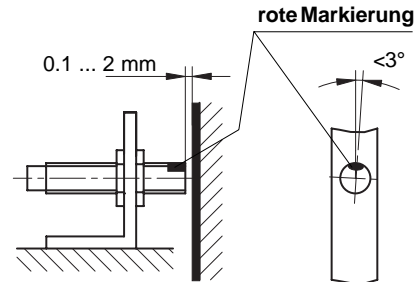

Abb. 7: Ausrichtung des Sensors Typ F
Der Magnetsensor **Typ F** kann z.B. an einen Montagewinkel mit entsprechender Befestigungsbohrung durch Anziehen der zwei Muttern M8x0.5 befestigt werden (Abb. 7).
- Abstandsmaße zwischen Sensor und Magnetband sowie Winkeltoleranzen beachten, diese müssen über die gesamte Messstrecke eingehalten werden! (Abb.7 und 8) Als Montagehilfe kann die beiliegende Abstandslehre verwendet werden.